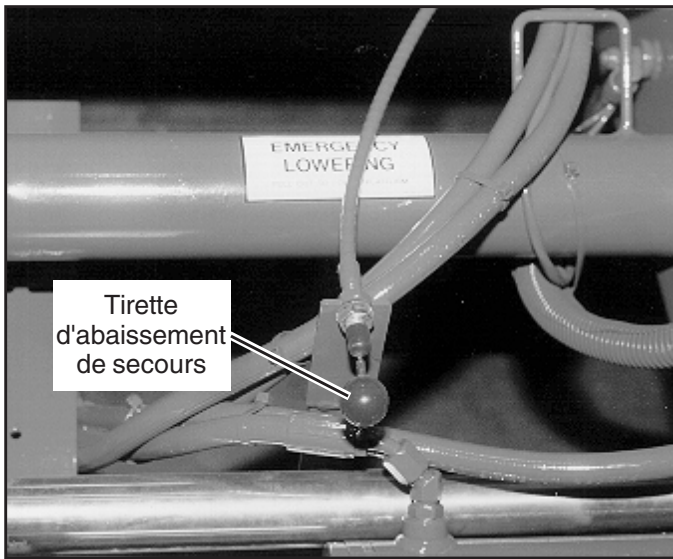

Figure 4 : Tirette d’abaissement de secours
- 12. Au châssis, vérifier le bon fonctionnement de la soupape d'abaissement de secours (figure 4). Pour ce faire, l'ouvrir en tirant sur sa tirette de commande et la maintenir dans la position ouverte. Une fois la plate-forme abaissée à fond, fermer la soupape en relâchant la tirette.
12. Abra la válvula de bajada de emergencia del chasis (fig. 4) para verificar el funcionamiento adecuado tirando y sosteniendo la perilla. Cuando la plataforma esté totalmente abajo cierre la válvula soltando la perilla.
La tirette d’abaissement de secours se trouve à l’avant de la machine, à la base du support articulé de la plate-forme (figure 4).